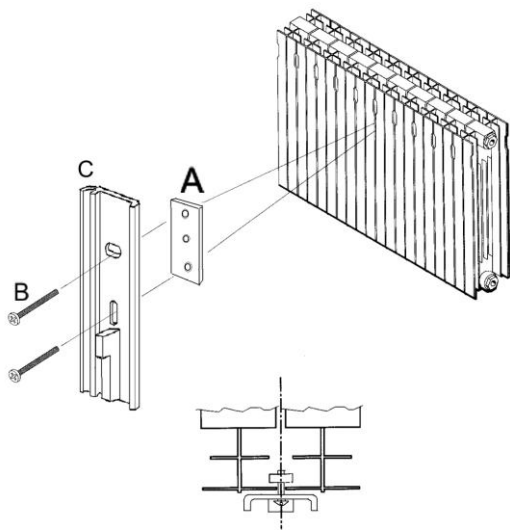

Рис.1.3.
- Закрепить крепежный комплект на радиаторе таким образом, чтобы крепежная пластина находилась за ребрами двух соседних секций радиатора (см. схему монтажа на Рис.1.3) и крепко зафиксировать адаптер.